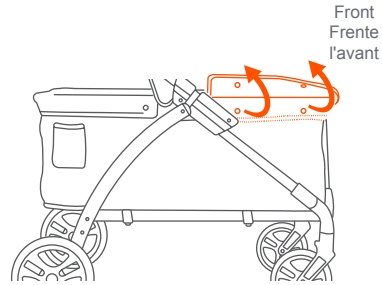

Fig. 16a
16) • If replacing the wagon fabric, undo the snap buttons on the fabric on the front end of frame (Fig. 16a).
- Si desea reemplazar la tela del vagón, desabroche los botones de la tela en el extremo delantero del armazón (Fig. 16a).
- Pour remplacer le tissu du wagon, défaire les boutons-pression situés sur le tissu à l'extrémité avant du cadre (Fig. 16a).